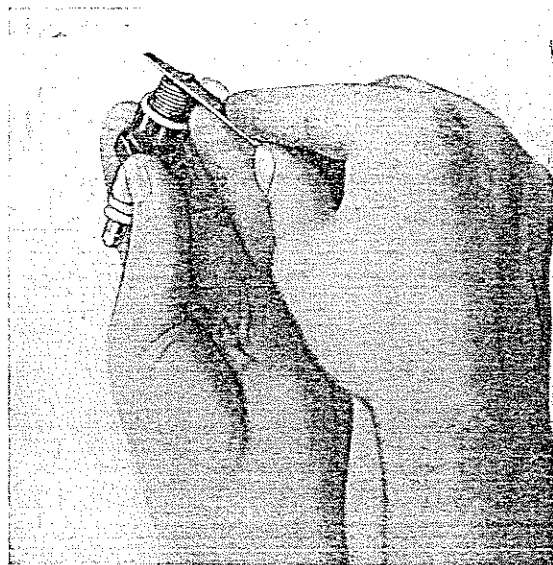

Fig. 23 — Vérification de l'écartement des pointes de la bougie.
- vérifier l'écartement des pointes (0,4 mm fig. 23).